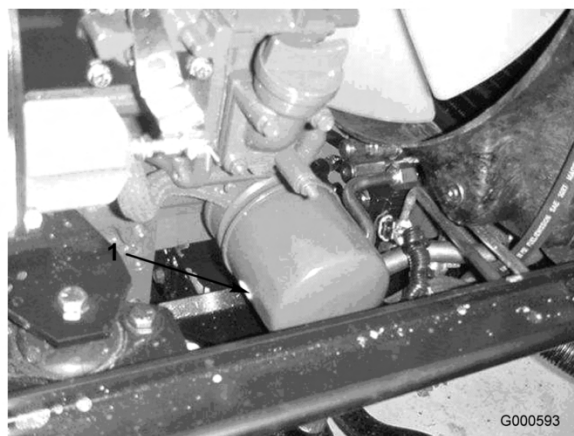

Figure 33
2. Déposez le filtre à huile (Figure 33). Appliquez une fine couche d'huile propre sur le joint du filtre de rechange avant de le visser en place. Ne serrez pas excessivement.